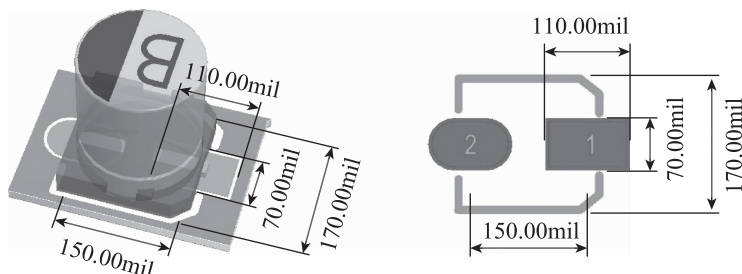

图 1-62 贴片有极性电容外形尺寸、封装规格
(3) 表面贴装极性电容外形尺寸及封装规格，如图 1-62 所示。